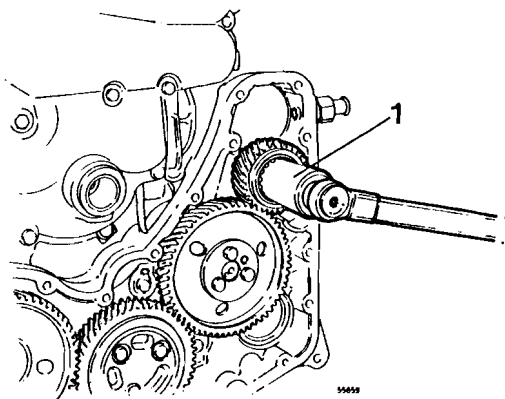

Fig. 169
– Quitar la tuerca del piñón intermedio con la llave tamaño 4-KM6, véase la fig. 169.